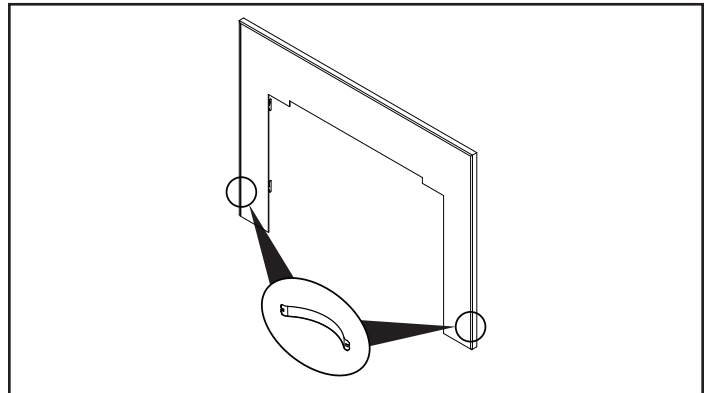

Figure 21.4
6. Installez deux ressorts en acier de chaque côté de l'enceinte plate vers le bas et l'ensemble de garniture assemblé (**Figure 21.4**).